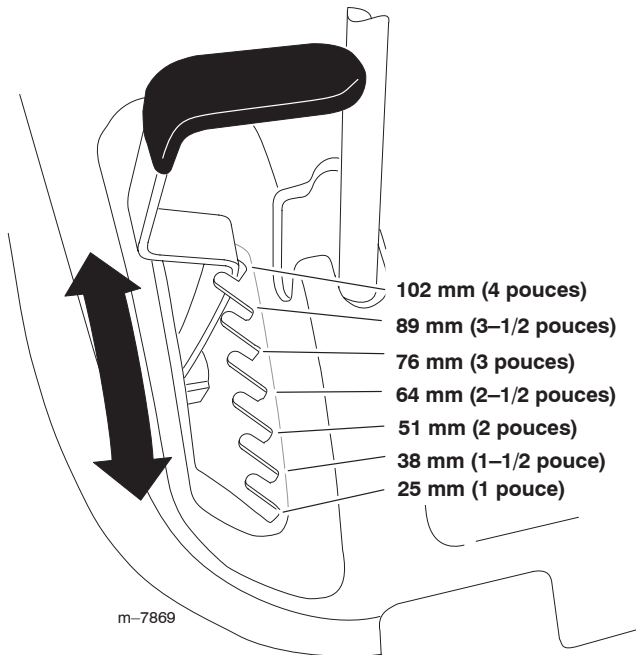

Figure 10
1. Relevez le levier de sélection de hauteur de coupe en position de transport (qui correspond aussi à la hauteur de coupe de 108 mm ou 4 pouces) (Fig. 10).
2. Pour régler la hauteur de coupe, tirez sur le levier de hauteur de coupe et sélectionnez la position souhaitée (Fig. 10).